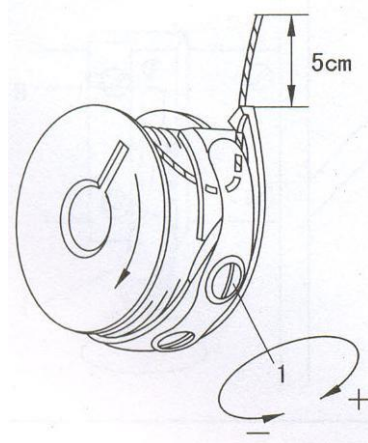

Рис. 4
6. Регулировка натяжения шпульной нити (Рис. 4)
1. Как показано на Рис. 4, вытяните шпульную нить;